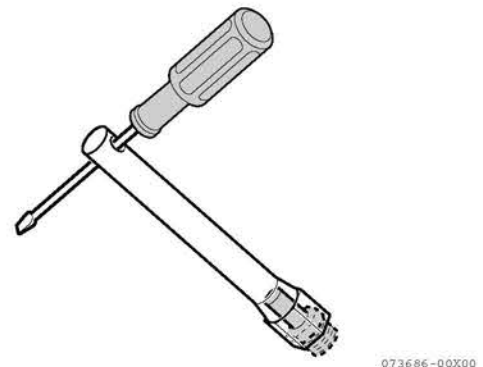

図 5-3 プラグレンチとドライバー
2. 点火プラグをプラグレンチ（付属品）で外します。プラグレンチは、お手持ちのドライバーなどと合わせてご使用ください。(図 5-3)